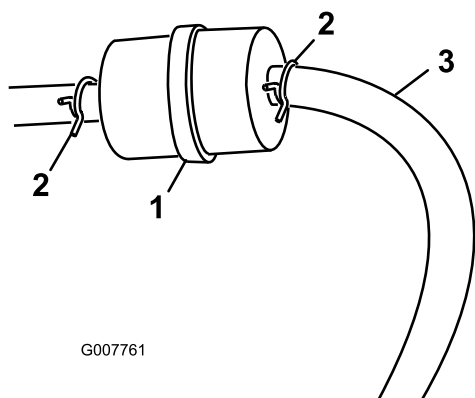

Figura 26
3. Aperte as pontas das braçadeiras de tubos e afaste-as do filtro (Figura 26).
5. Instale um filtro novo e coloque as braçadeiras junto ao filtro (Figura 26).
3. Desaperte a braçadeira de tubos no filtro de combustível e deslize-o para cima do tubo de combustível, afastando-o do filtro (Figura 26).
4. Desligue o tubo de combustível do filtro (Figura 26).
Nota: Deixe o combustível drenar para uma lata ou recipiente de combustível (Figura 26).
5. Instale o tubo de combustível no filtro. Deslize a braçadeira de tubos para perto do filtro de combustível para prender o tubo de combustível (Figura 26).